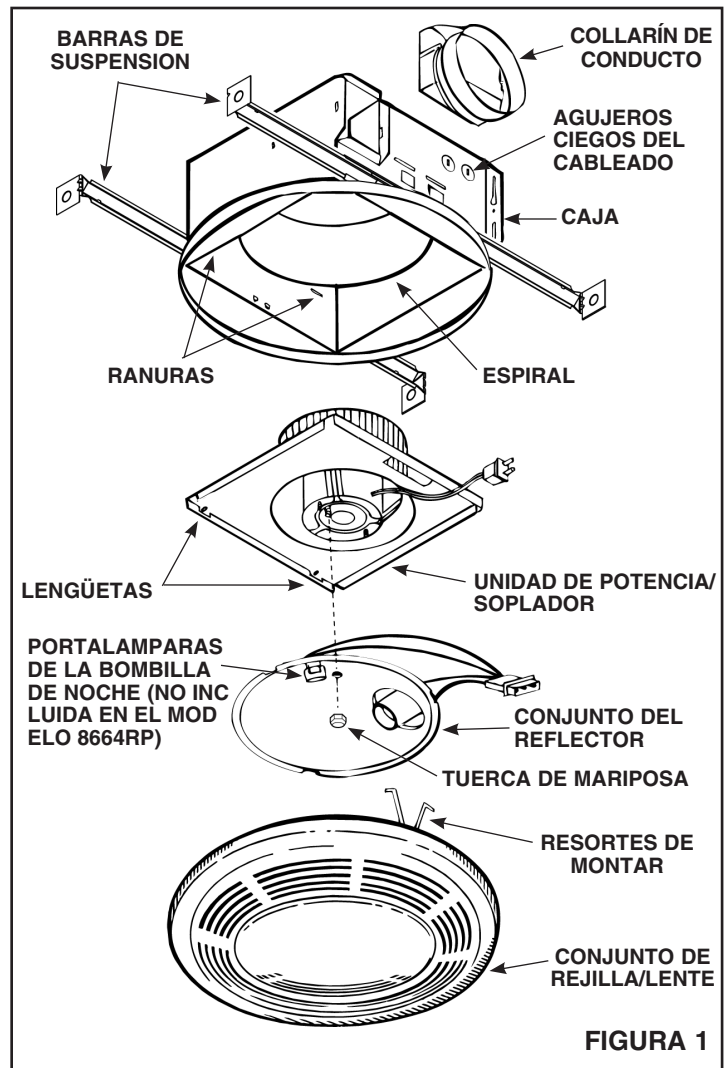

FIGURA 1
- Refiérase a la Figura 1. Saque el conjunto de la unidad de potencia/soplador de la caja.
1. Refiérase a la Figura 1. Coloque el collarín del conducto sobre las bridas en la abertura de descarga del ventilador. Fije el collarín encajando las lengüetas a presión en las ranuras de las bridas.
1. Refiérase a la **Figura 1**. Coloque la unidad de potencia/soplador en la caja para que las lengüetas de la placa de montaje se inserten en las ranuras de la caja.
4. **Refiérase a la Figura 1.** Saque la unidad de potencia/soplador de la caja.